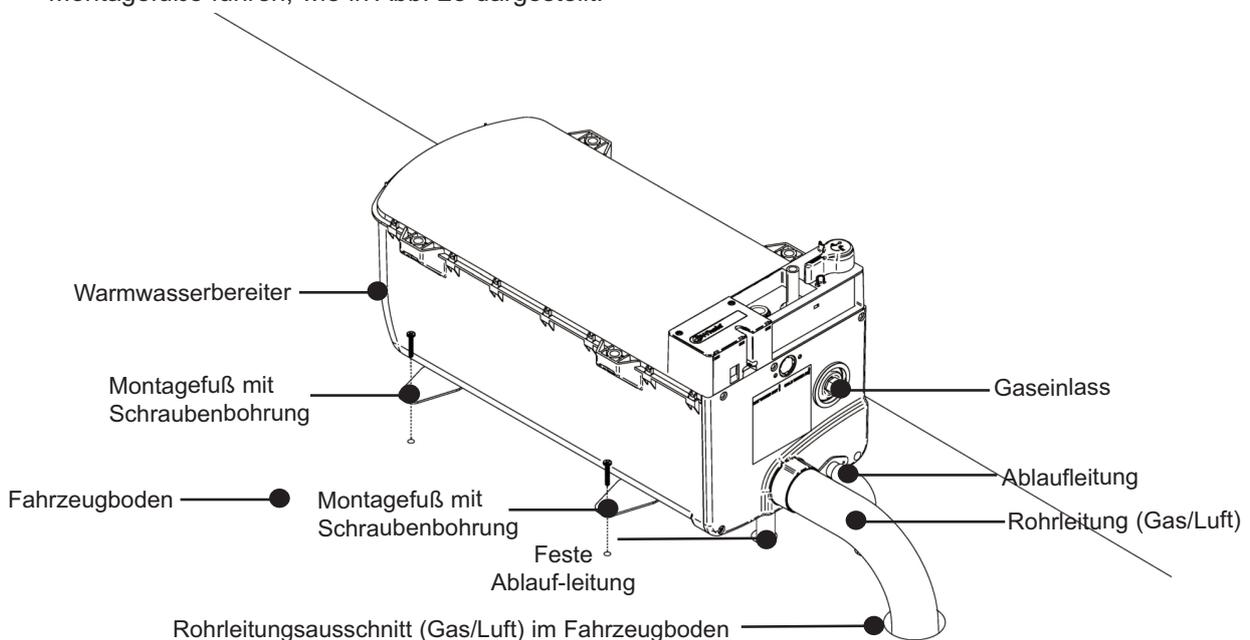

Abb. 28 Befestigen des Warmwasserbereiters am Boden
- ii. Befestigen Sie den Warmwasserbereiter am Fahrzeugboden. Die Schrauben **müssen** durch die Montagefüße führen, wie in Abb. 28 dargestellt.